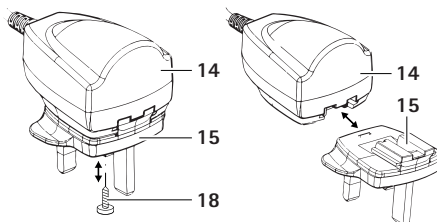

Fig. 3
- Lossa fixeringsskruv 18 i adapter 15, se Fig. 3.
- Skjut adapter 15 på nätdel 14 tills låsanordningen 16 snäpper fast,, se Fig. 3